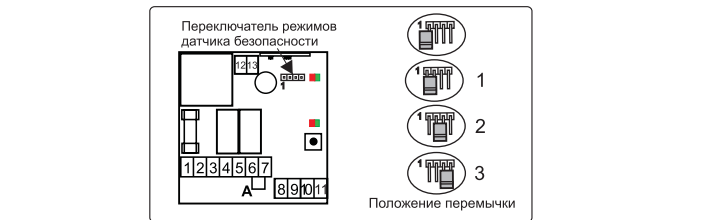

Рисунок 9. Положение переключателя режимов датчика безопасности
- установить переключатель режимов датчика безопасности в положение 2 или 3 (см. таблицу 6, рис. 9);